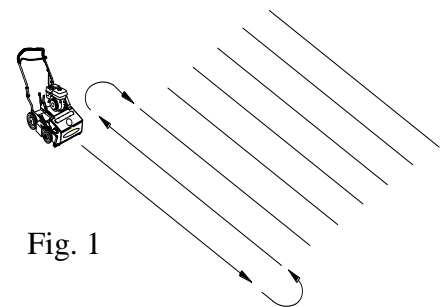
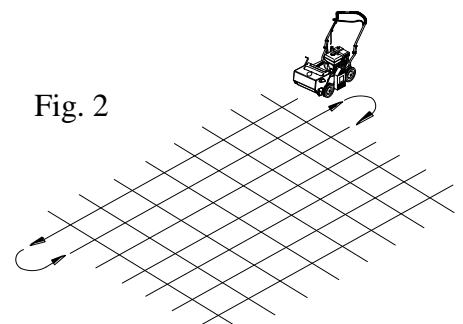

Fig. 1
Fig. 2
COUPE / REGARNISSAGE Avant de commencer, tondez la pelouse à une hauteur plus courte qu'une tonte normale (soit environ 5 cm (2 po) de hauteur pour de la féтуque). Pour le meilleur résultat, coupez/regarnissez en faisant des va-et-vients (cf Fig. 1 et Fig. 2).
4. Contrôlez l'état d'usure des lames et remplacez immédiatement toute lame tordue ou fissurée. Mesurez la longueur totale de la lame. (Voir Figure 1).